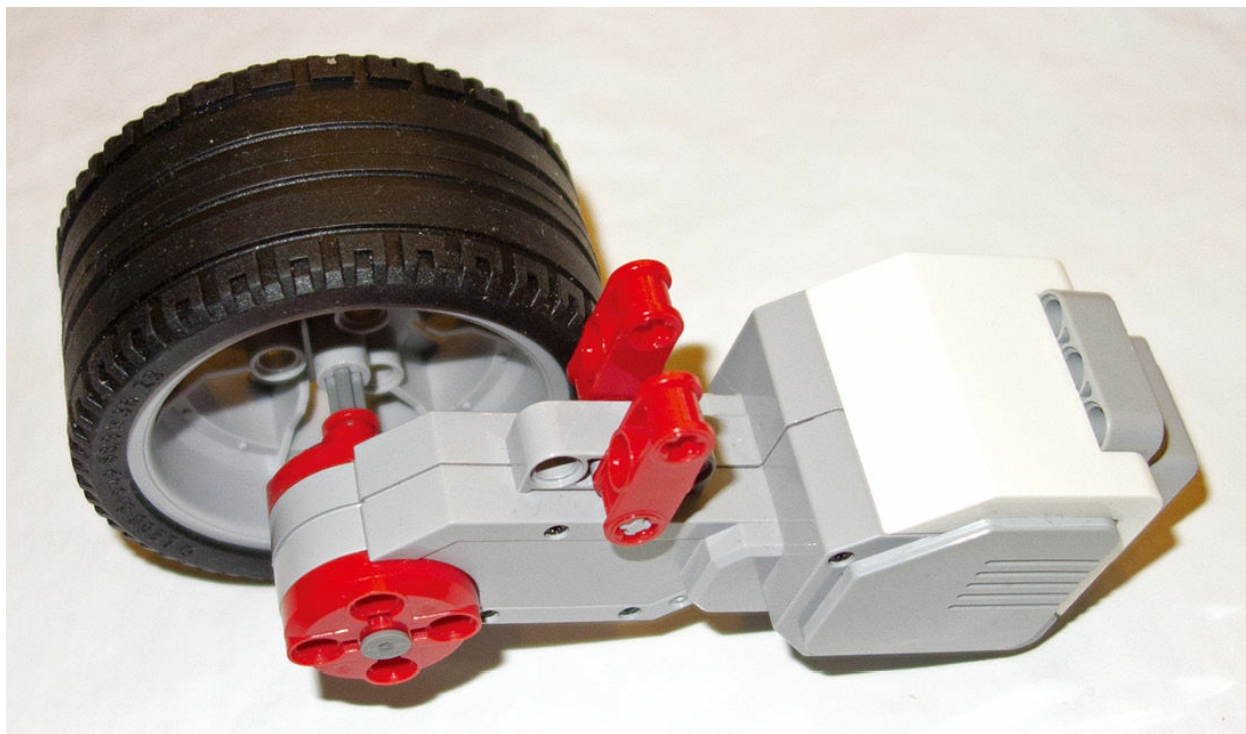

图11.12 这个结构能够保证在不连接任何其他零件的情况下，保持轮子的稳定性
**7.** 在大型伺服电机的顶端可穿入轴的孔洞的两端，放置这两个穿入式零件，并用一个长3M的轴来固定它们，如图11.12所示。